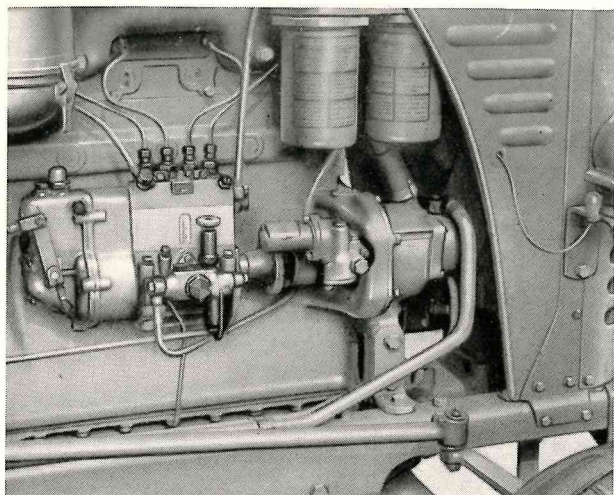

Fig. 241 - Pompa idraulica montata sul coperchio per scatola ingranaggi distribuzione.
- 1) pompa idraulica ad ingranaggi, applicata sulla parte anteriore del coperchio della distribuzione, azionata dall'albero motore tramite l'ingranaggio di comando della pompa iniezione (fig. 241);